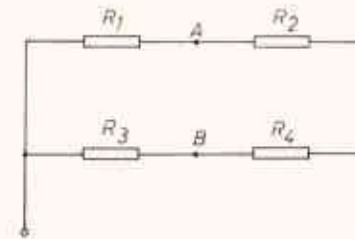

Abb. 2.4 – Schaltbild
3. Von nachstehender Widerstandsgruppenschaltung (Abb. 2.4) be-
4. In der Widerstandsgruppenschaltung nach Abb. 2.4 soll die Spannung zwischen A und B Null betragen. Die Werte für R_1 , R_2 und R_3 sind nebenstehend angegeben. Die Spannung ist $U = 60 \text{ V}$.
5. In der Widerstandsgruppenschaltung nach Abb. 2.4 sind sämtliche Einzelwiderstände gleich groß. Die angeschaltete Spannung ist 60 V , die gemessene Stromstärke beträgt 120 mA . Wie groß sind die Einzelwiderstände der Schaltung?